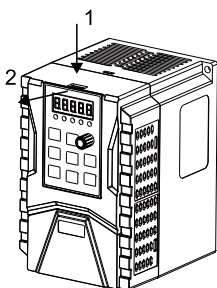

图 3-4 拆卸键盘
- A. 拆卸键盘，如下图 3-4：先由方向 1 按压键盘弹性卡扣，然后方向 2 抬起键盘。